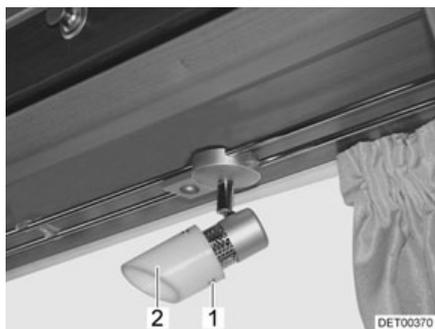

Fig. 184 Spot halogène (coulissant)
- Dévisser les vis de fixation (Fig. 184,1).
- Retirer prudemment la protection en forme de calice de la lampe (Fig. 184,2) du support.